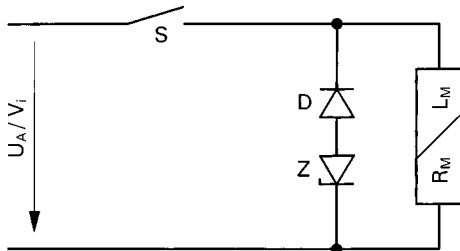

Fig. 10
10.1.1 Diode mit Zenerdiode (Fig. 10)
10.1.1 Diode with zener-diode (Fig. 10)